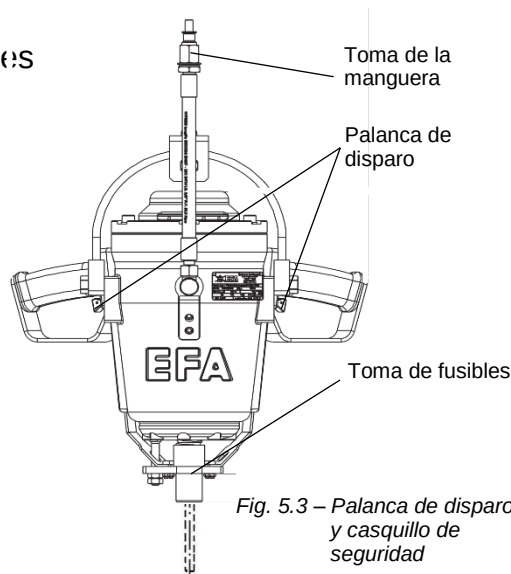
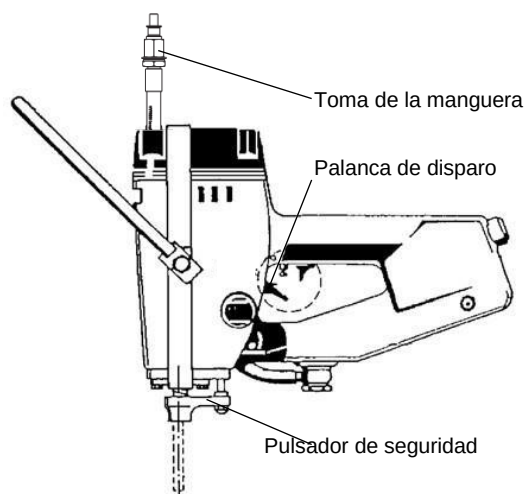
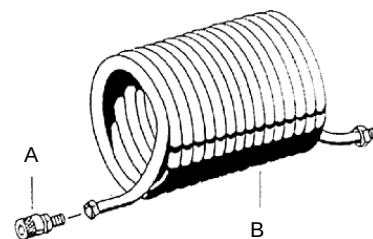

Fig. 5.3 – Palanca de disparo y casquillo de seguridad
Fig. 5.4 – Palanca de disparo y pulsador de seguridad
Fig. 5.5 – Manguera en espiral con acoplamiento
Antes de la conexión (véase fig. 5.3, fig. 5.4, fig. 5.5)
Tire hacia atrás del manguito moleteado del acoplamiento de seguridad monomaneal (A), véase *fig. 5.5 – Manguera en espiral con acoplamiento* y sosténgalo contra el tope.